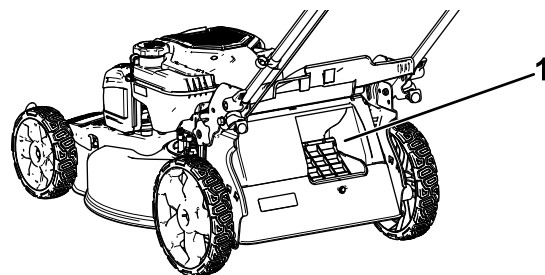

Figura 17
**Importante:** Para asegurar un funcionamiento correcto, apague el motor, espere a que se detengan todas las piezas en movimiento, y luego retire los recortes de hierba y otros residuos de la tapa de ensacado bajo demanda y del hueco adyacente (Figura 17) antes de mover la palanca de ensacado bajo demanda de una posición a la otra.